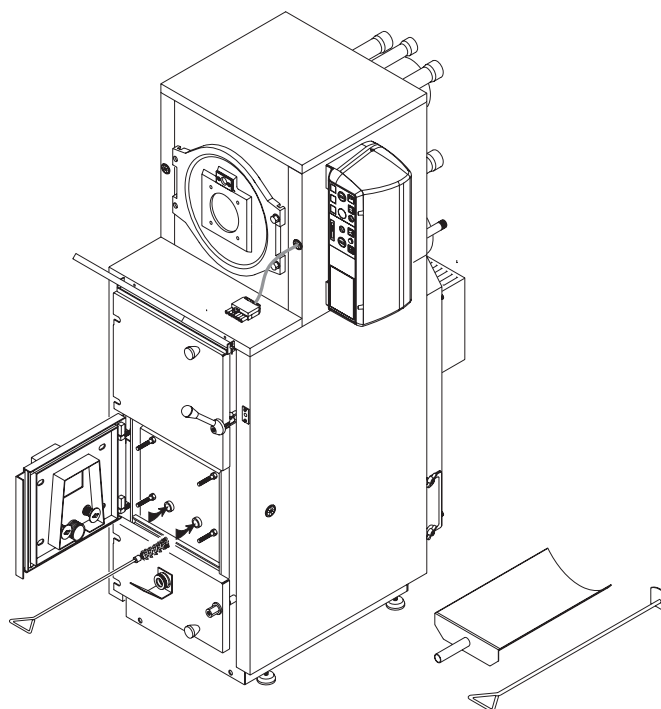

fig. 30
- 2) Vérifier que les deux orifices de passage de l'air secondaire qui débouchent dans les canaux formés par les 2 collecteurs ou barreaux en fonte, ne soient pas obstrués : dans ce cas, nettoyer au moyen d'un **écouvillon souple** chacun des orifices de passage après avoir ouvert la porte intermédiaire de distribution d'air et cela, comme indiqué sur la fig. 30.
### Nettoyage de la distribution d'air primaire et secondaire (fig. 30)